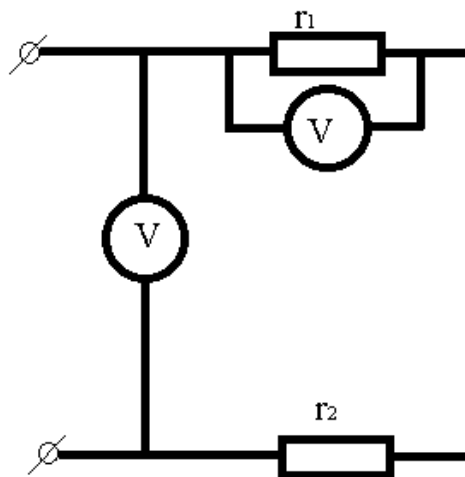

Рис. 3
9. Определить напряжение на сопротивлении  $r_2$  и наибольшую возможную относительную погрешность при его определении (рис. 3), если напряжении сети равно 220 в, а напряжение на сопротивлении  $r_1$  равно  $U_1 = 180$  в. Для измерений используется вольтметры класса точности 1,0 на 250 в.